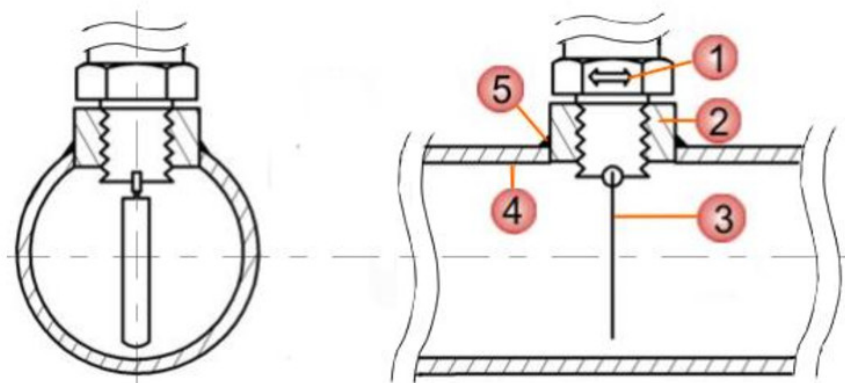

Рисунок 2.2 – Монтаж реле потока на трубопровод
- 1) Вырезать отверстие для бобышки (2) в трубопроводе (4) (**Рисунок 2.2**). В трубопроводе (4) следует вырезать отверстие равное внешнему диаметру бобышки (см. **приложение А**). В **таблице 2.3** даны пояснения к **рисунку 2.2**.